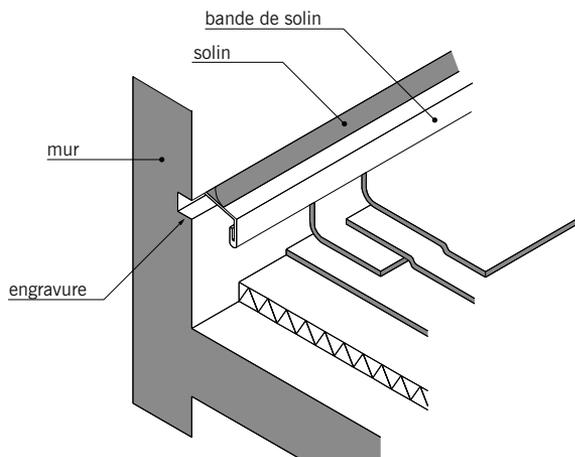

fig. 4.20
■ L'**engravure** (fig. 4.20) : rainure horizontale pratiquée dans un mur ou un acrotère haut et destinée à recevoir un **solin**.
■ Le **solin** (fig. 4.20) : garnissage au mortier assurant la fixation d'une bande de solin (en zinc ou en acier galvanisé) au-dessus d'un relevé d'étanchéité.